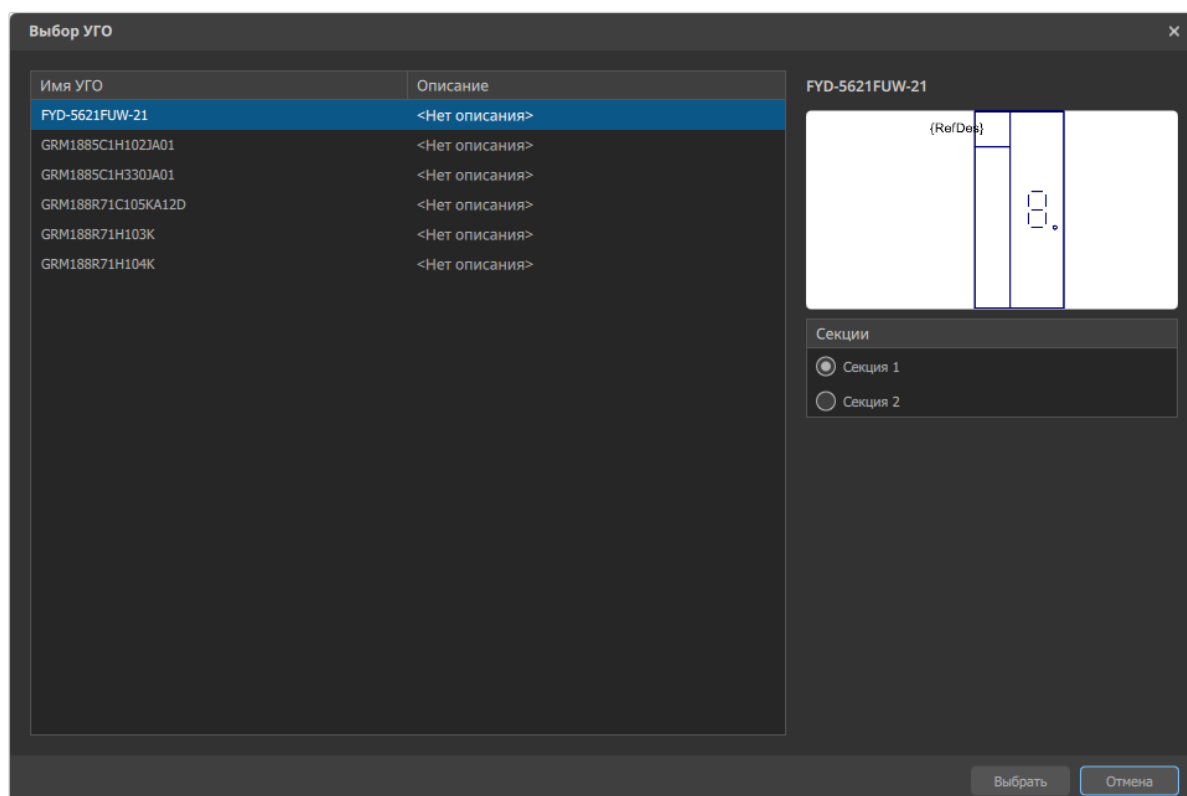

Рисунок 17. Окно «Выбор УГО»
- «Выбрать» — после нажатия на кнопку откроется окно «Выбор УГО», где необходимо щелчком левой кнопки выделить требуемое УГО и нажать на кнопку «Выбрать» в нижней части окна (см. рисунок 17).